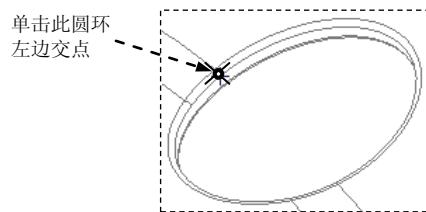
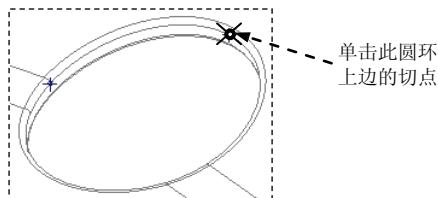

图 21.7 单击圆环左边交点
图 21.8 单击圆环上边切点
(2) 选择 **视图** 功能选项卡 **模型显示** 区域中的“显示样式”按钮 ，按下 按钮，将模型的显示状态切换到实线线框显示方式。先单击图 21.7 所示的圆环左边交点，然后将模型调整到图 21.8 所示的视图方位，再单击圆环上边的切点。